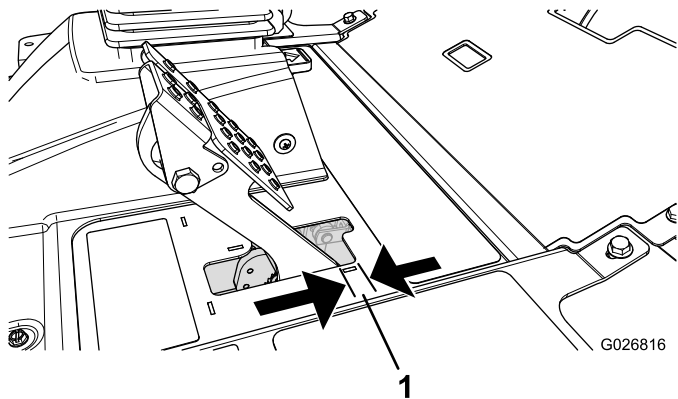

图66
当刹车踏板的自由行程（图66）超过 2.5cm 时，或需要施加更大保持力时，应调节刹车。自由行程是您感到刹车阻力之前，刹车踏板移动的距离。
2. 紧固后螺母，向后移动拉线，直到车轮被锁定时，刹车踏板的自由行程（图66）达到 6~13 mm。